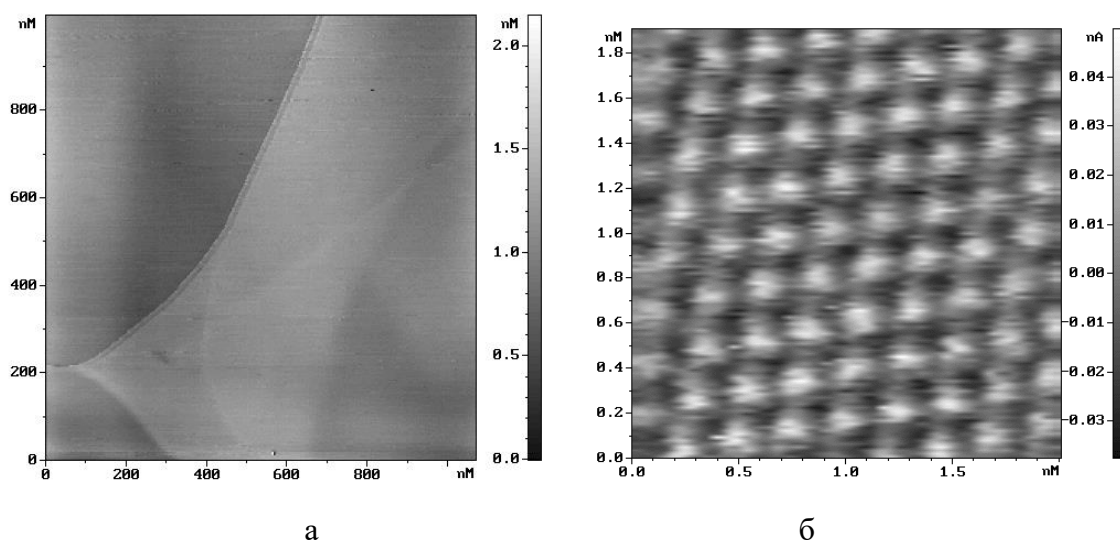

Рис.6 СЗМ-изображения поверхности пиролитического графита, полученные в режиме 1 (а) и в режиме 2 (б)
6. По данным СЗМ (рис. 6) дайте обоснованное заключение, в каком режиме туннельной микроскопии (постоянного тока или постоянной высоты) получено каждое из приведенных изображений пиролитического графита?